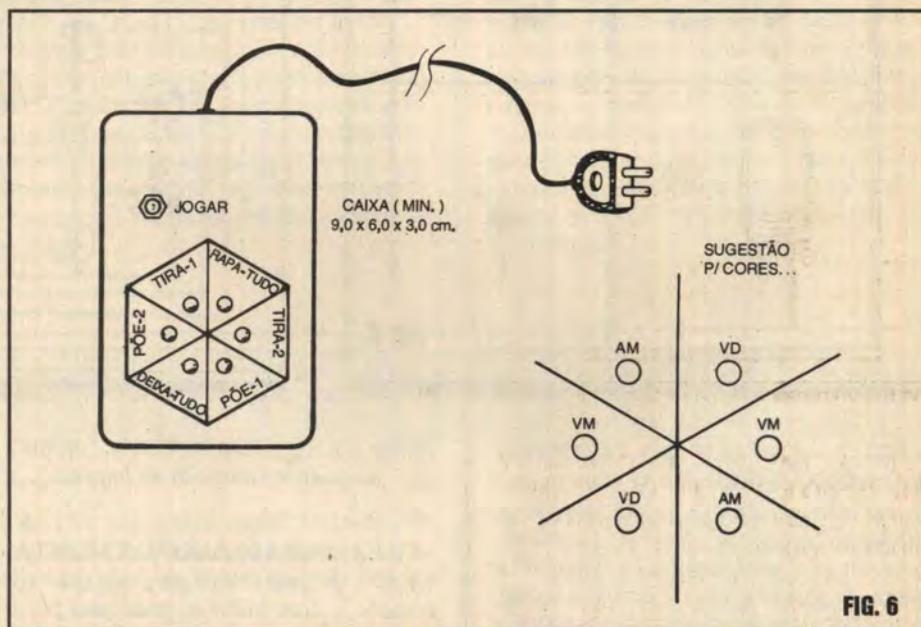

FIG. 6
**- FIG. 4 - "CHAFEADO" DA MONTAGEM** - O "outro" lado da placa (não cobreado...), com todas as principais peças posicionadas, identificadas pelos seus códigos, valores e demais referências de polaridade/orientação (reveja a FIG. 2, se "pintarem" dúvidas...). **ATENÇÃO** à posição do Integrado e dos diodos, bem como à polaridade do capacitor eletrolítico... Verificar que todos os seis LEDs devem ficar com seus terminais de **catodo (K)** mecanicamente voltados para o "interior" do círculo ou hexágono que gabarita o *display*. Ainda quanto aos LEDs (a FIG. 6, mais adiante, dará outros detalhes a respeito...), para uma bonita "estética tonal", convém que os componentes de *mesma cor* situem-se no *display* sempre em posições diametralmente opostas (em outras palavras: de modo que *não fiquem* dois LEDs da *mesma cor* em posições adjacentes...). Ainda um ponto *importante*: para que o acabamento/"encaixamento" fique fácil e profissional, *todos* os componentes
- FIG. 6 - SUGESTÕES PARA O ACABAMENTO DA CAIXA E ORGANIZAÇÃO DO *DISPLAY* - Usando, no encapsulamento da montagem, um *container* plástico nas dimensões indicadas no item **DIVERSOS/OPCIONAIS** da **LISTA DE PEÇAS**, o painel principal do **PIRATE** poderá ficar conforme sugere o diagrama... Observem que, para "gabaritar" os furos correspondentes aos LEDs, no dito painel principal da caixa, o Leitor / "Aluno"